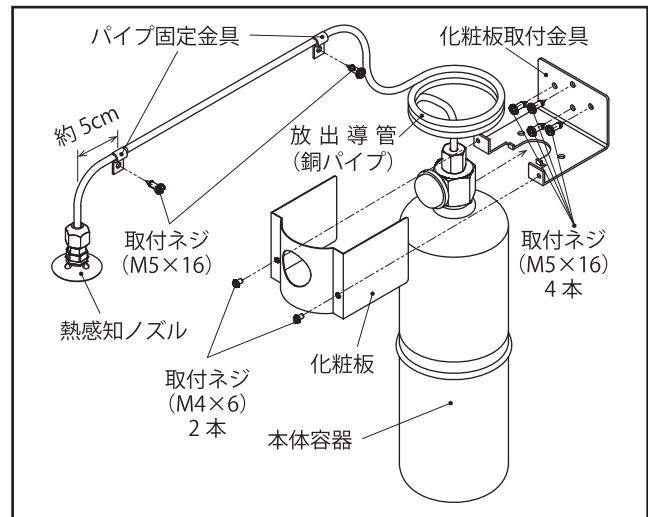

図7
① 本体容器を取り付ける（図7）
② 銅パイプ・熱感知ノズルを固定する（図7）